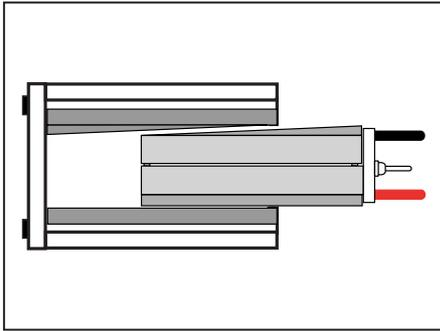

図11
11. セットされたコアをセルベースに（図11）の様に差し込み、セルベース直立させてコアが止まる所まで押し込みます。